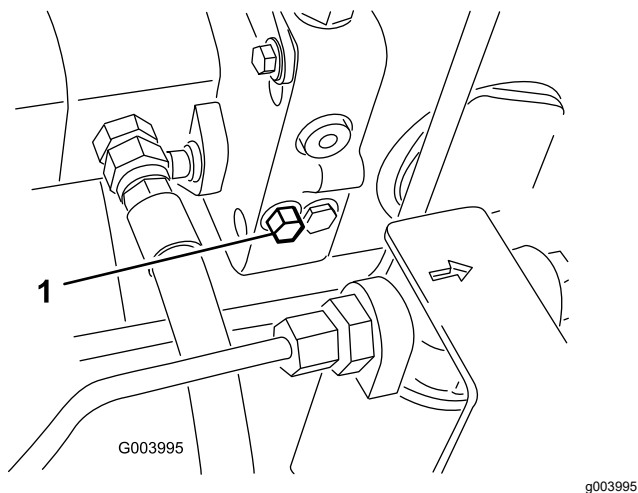

Figure 95
3. Sur la pompe à cylindrée variable, tournez le boulon de la vanne de dérivation une fois et demie pour ouvrir la vanne et permettre la dérivation interne de l'huile (Figure 95).